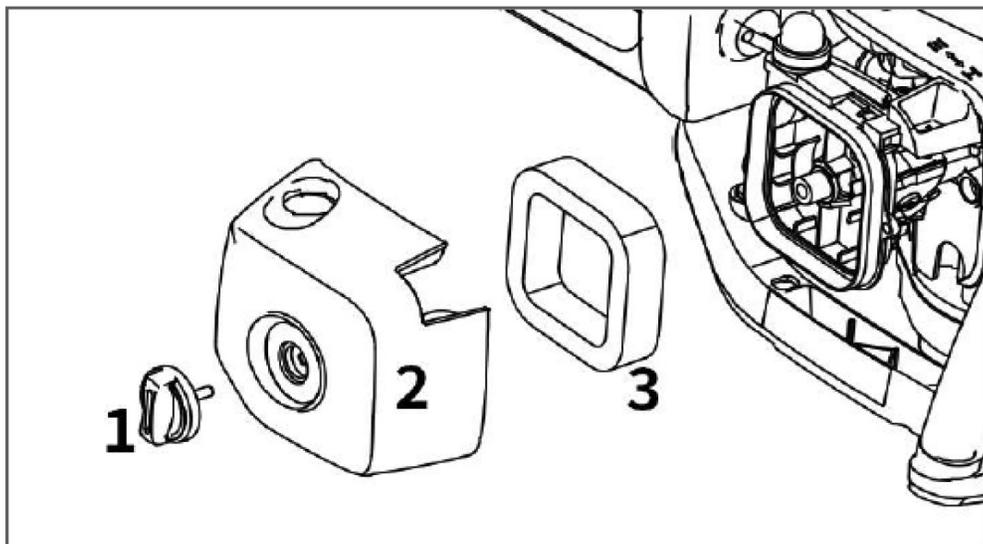

Рис. 7
- Открутите винт крышки воздушного фильтра (1).
- Снимите крышку воздушного фильтра (2).
- Извлеките воздушный фильтр (3) (рис. 7).